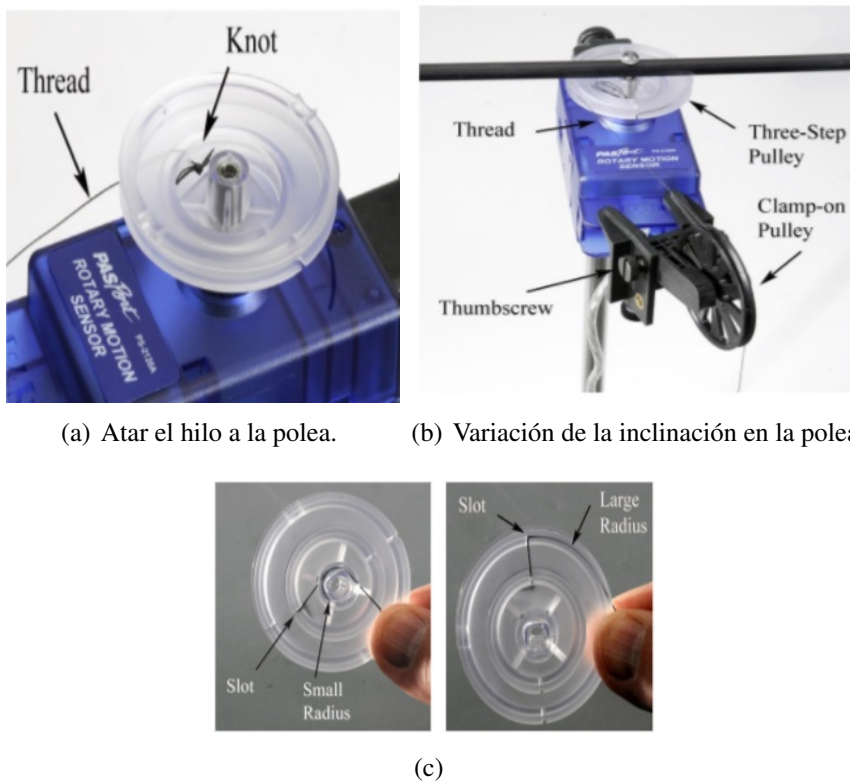

Figura 18.4:
6. Cortar un trozo de hilo de unos 75 cm de largo. Atravesar el hilo a través del orificio en la polea de tamaño medio, y atar un nudo grande como se muestra en la Figura 18.4.